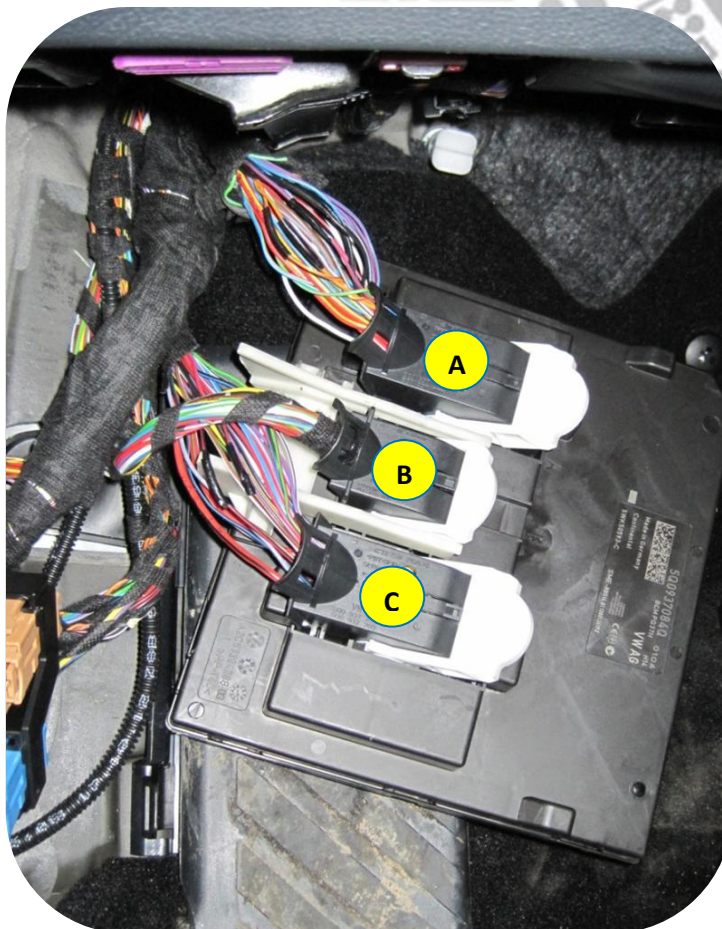

Рис. 1
Зеленый CN4(CN5)	Черный/красный (разъем А pin 47 блока BCM) рис. 1
Красный/черный (CN1)	Красный/желтый (разъем А блока ВСМ) рис. 1
Белый (CN1)	Желтый/синий (разъем А pin 54 блока ВСМ) рис. 1
Зеленый (CN1)	▶ Желтый/зеленый (разъем А pin 44 блока ВСМ) рис. 1
▶ Черный/красный (разъем А pin 47 блока ВСМ) рис. 1
Серый (CN3)	Красный/желтый (разъем А блока ВСМ) рис. 1
Серый/белый (CN3)	Черный/красный (разъем С pin 58 блока ВСМ) рис. 1
Желтый/синий (CN4) слаботочный (-) Через реле	Желтый/синий (разъем А pin 54 блока ВСМ) рис. 1
Желтый/белый (CN4) слаботочный (-) Через реле	➔ Желтый/зеленый (разъем А pin 44 блока ВСМ) рис. 1
➔ Черный/красный (разъем А pin 47 блока ВСМ) рис. 1
Серый (CN2)	Красный/желтый (разъем А блока ВСМ) рис. 1
Серый/белый (CN2)	Черный/красный (разъем С, pin 58 блока ВСМ) рис. 1